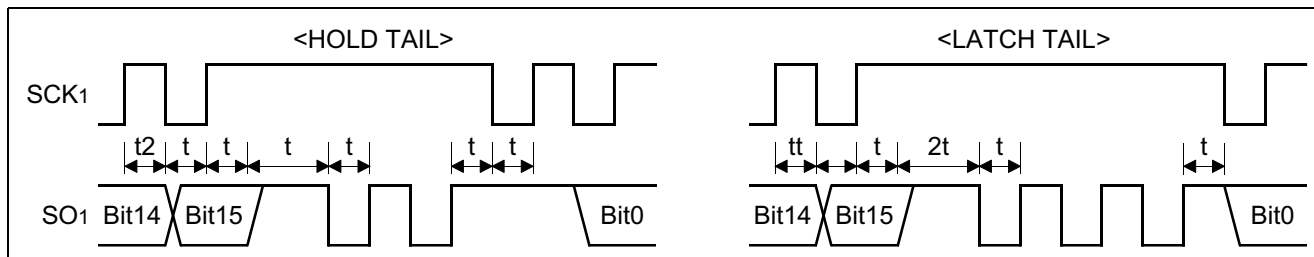

図 4 HOLD TAIL と LATCH TAIL の出力波形
- TAIL MARK には HOLD TAIL と LATCH TAIL があります。HOLD TAIL と LATCH TAIL の出力波形を図 4 に示します。図 4 中の時間 t は SCR1 の CKS2 ~ CKS0 により設定された転送クロックにより決まる時間です。